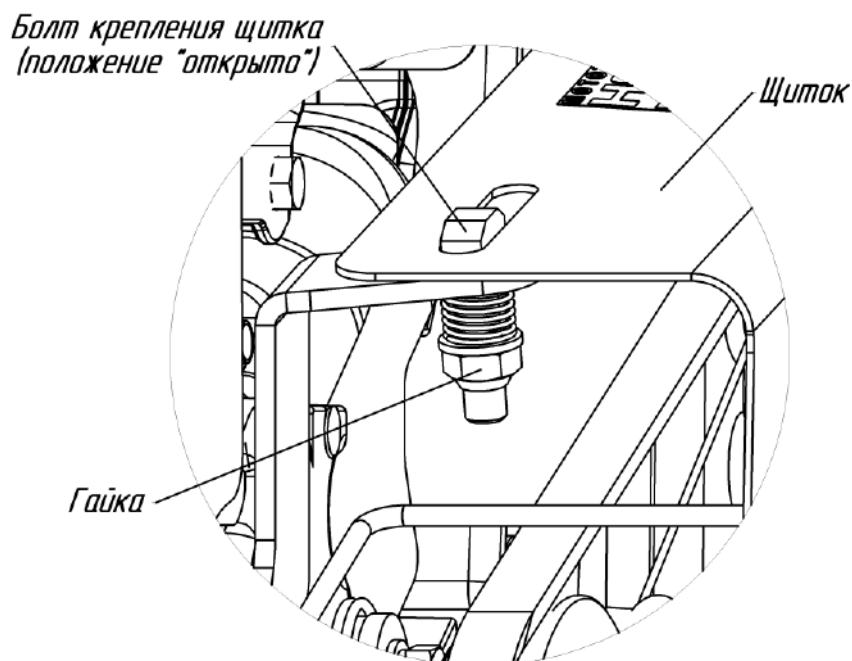

Рис.3 Схема крепления щитка со стороны ведущего шкива
– нажать на гайку снизу-вверх, тем самым поднять вверх болт крепления щитка (рис.3);
– повернуть головку болта крепления щитка в положение "открыто", как показано на рис.3 (головка болта должна быть расположена вдоль паза щитка);
– нажать на гайку снизу-вверх (рис.3);